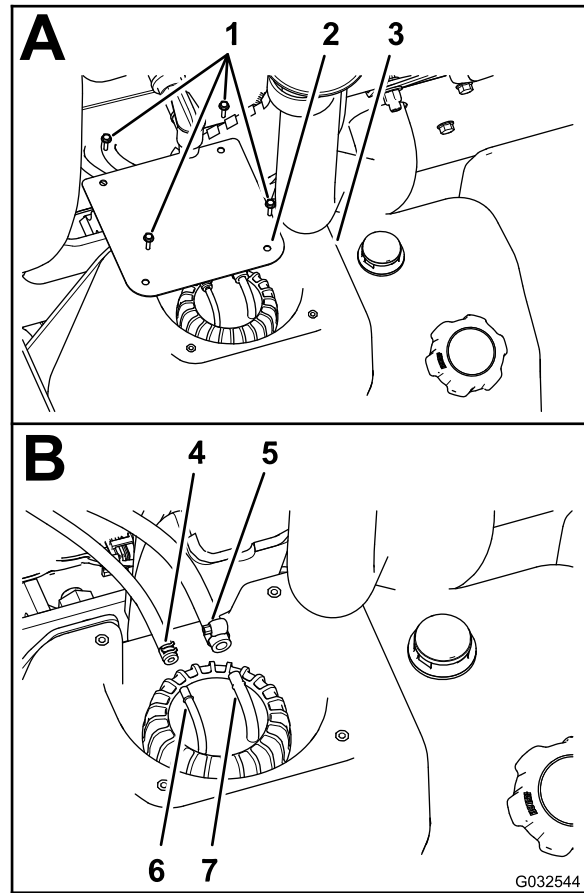

Figura 76
2. En el depósito de combustible, retire los 4 tornillos (Nº 10 x 3/4") que sujetan la tapa a la parte superior del depósito de combustible, y retire la tapa (Figura 76).
3. Afloje las abrazaderas que sujetan las 2 mangueras de combustible a los 2 acoplamientos de manguera, en la parte superior del conjunto de tuberías de combustible (Figura 76).
4. Desconecte las dos mangueras de los acoplamientos, y vacíe cualquier combustible de la manguera en un recipiente de combustible homologado (Figura 76).
4. Monte la manguera de combustible de 1/4" (6,4 mm) sobre el acoplamiento de manguera de 1/4" (6,4 mm), y sujete la manguera al acoplamiento con la abrazadera (Figura 76).
de 5/16" (8 mm), y sujete la manguera al acoplamiento con la abrazadera (Figura 76).